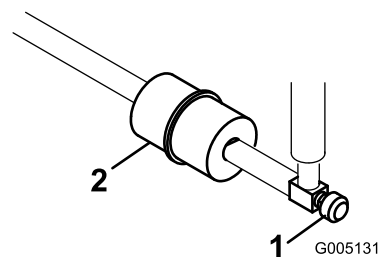

图36
管线式燃油滤清器位于油箱与化油器之间的燃油管内图36。
1. 关闭燃油切断油阀图36。
2. 将放油盘放到滤清器下方拧松滤清器化油器侧的软管夹然后从滤清器中取出燃油管线图36。
3. 松开另一个软管夹然后取下滤清器图36。